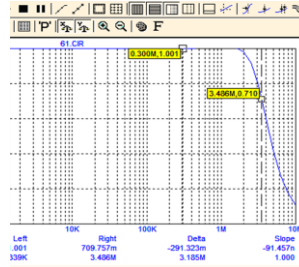
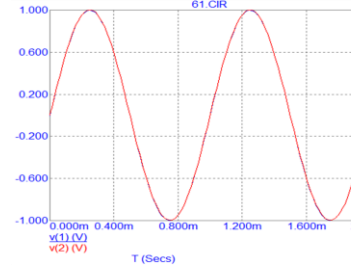

Рис. 6.3
Рис. 6.4
3. Получите АЧХ, выполните моделирование в режиме AC. Поясните выбор параметров моделирования в режиме AC и значения координат точек, отмеченных курсорами (рис. 6.3).
3. Получите временные диаграммы (рис. 6.4), выполните моделирование в режиме Transient, поясните выбор параметров моделирования. в режиме AC и значения координат точек, отмеченных курсорами (рис. 6.3).
3. Получите временные диаграммы (рис. 6.4), выполните моделирование в режиме Transient, поясните выбор параметров моделирования. в режиме AC и значения координат точек, отмеченных курсорами (рис. 6.8).